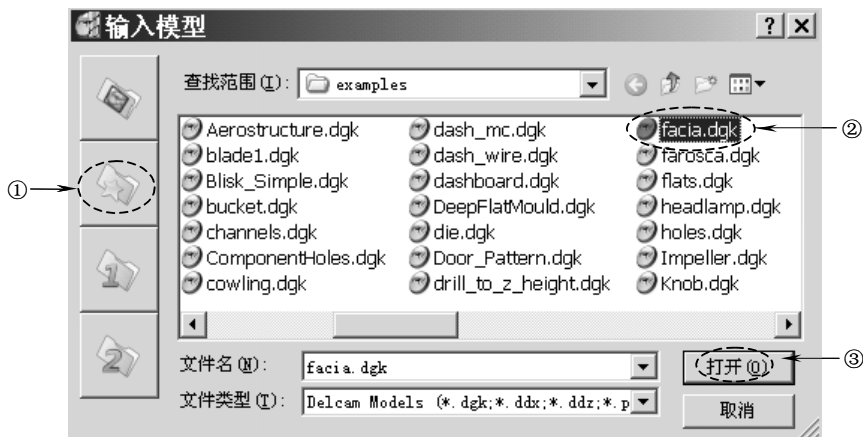

图 1-15 “输入模型”对话框
1) 在 PowerMILL 资源管理器中, 右击“模型”树枝, 在弹出的快捷菜单条中, 选择“输入模型”, 打开“输入模型”对话框, 按图 1-15 所示操作。